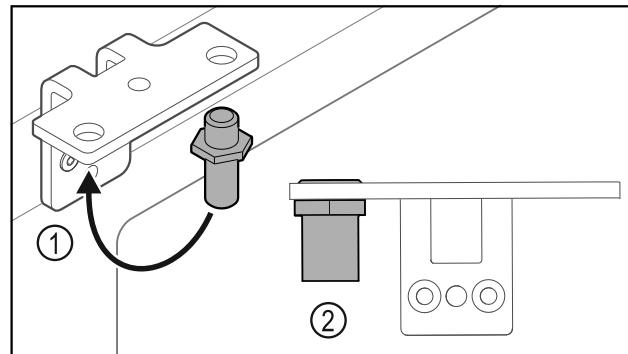

Fig. 31
- Mutăți bolțul Fig. 31 (1) în colțarul balamalei.
- Strângeți bolțul Fig. 31 (2) cu **cuplul de 12 Nm**.